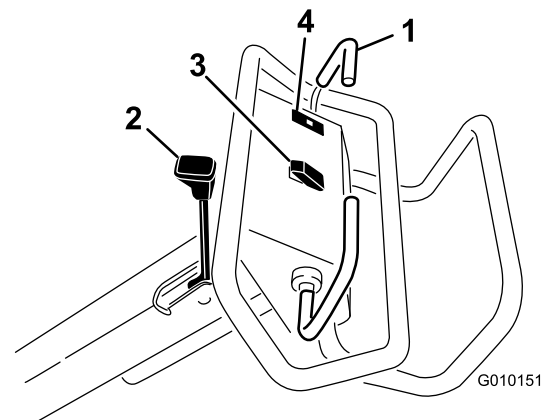

Figura 11
Per avanzare, spostate in avanti la barra di comando della trazione. Per spostarvi in retromarcia, tirate indietro la barra di comando (Figura 11).
- Per inserire il freno di stazionamento spostate la relativa leva verso la stegola dell'operatore (Figura 11).
La spia di avvertenza della pressione dell'olio (Figura 11) si illumina quando la pressione dell'olio motore scende al di sotto di un livello di sicurezza. Se si riscontra una bassa pressione dell'olio, spegnete il motore e determinatene la causa. Riparate il danno prima di riavviare il motore.
**Sollevamento** – premete la parte superiore dell'interruttore (Figura 11) per sollevare e disinnestare la testa di carotaggio. Il motore deve girare per generare la pressione di sollevamento. Se la testa di carotaggio si trova al di sotto dell'altezza di trasferimento, fate riferimento a Reset del circuito di controllo del sistema (pagina 25).
**Abbassamento/Innesto** – premete la parte inferiore dell'interruttore (Figura 11) per abbassare la testa di carotaggio e innestarla. Per attivare l'interruttore la barra di comando della trazione deve essere spostata in avanti.